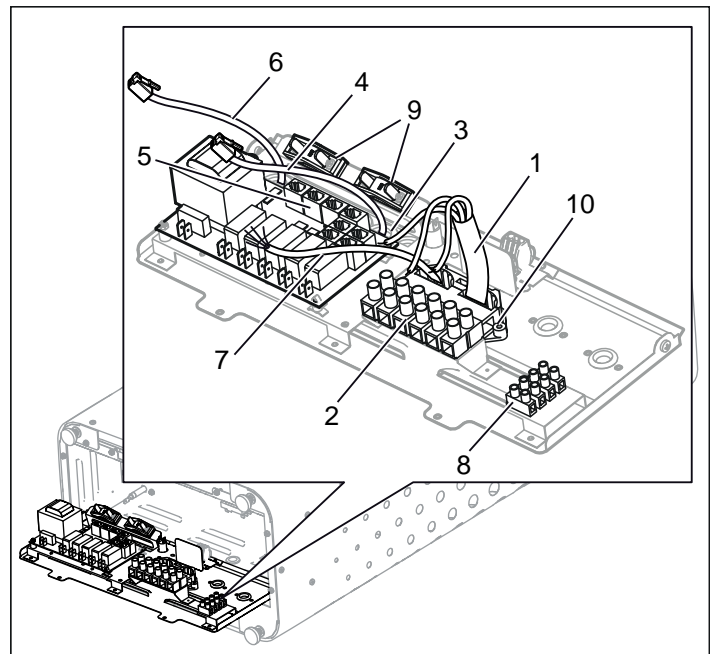
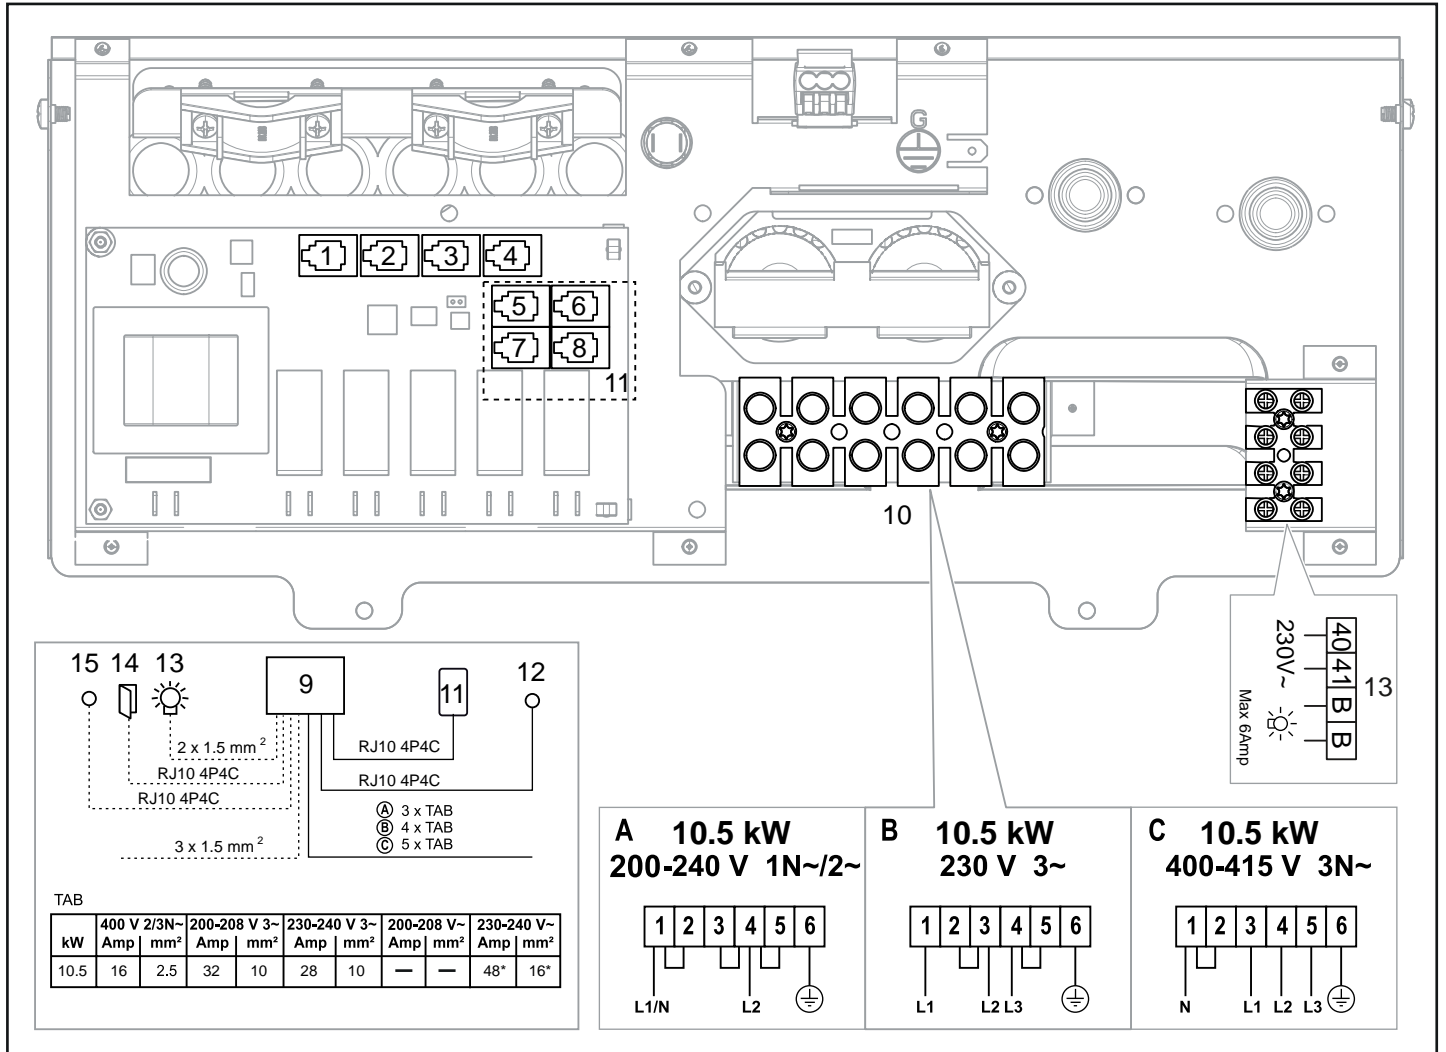

Figure 8 : Circuit imprimé
Figure 11 : Schéma de câblage
3. Raccordez le câble électrique (1) au bornier (2) (voir figure 8) conformément au schéma de connexion (voir la section Schéma de câblage et de connexion, page 23).
4. Faites passer les câbles pour le tableau de commande et le capteur thermique par les presse-étoupes (3). Raccordez le câble du tableau de commande (4) à l'un des quatre contacts RS485 (positions 5-8) (voir figure 8) conformément au schéma de connexion (voir la section Schéma de câblage et de connexion).
5. Raccordez le câble du capteur (6) au contact NTC sur le circuit imprimé (position 1) (5) conformément au schéma de connexion (voir la section Schéma de câblage et de connexion, page 23).
6. Le cas échéant, raccordez le câble d'éclairage (7 ; figure 8, page 21) au bornier (8) conformément au schéma de connexion (figure 11, page 23).
Veillez contacter le service clientèle de Tylö avant d'effectuer un quelconque raccordement vers des tensions ou des nombres de phases qui ne sont pas répertoriés dans le schéma de câblage de la figure 11, page 23.